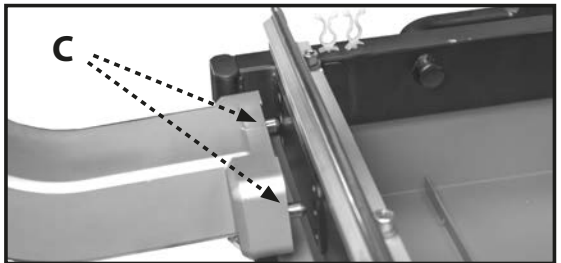

FIGURE 6
1. Positionnez l'ensemble du bras de la scie (5) de sorte que les deux broches (C, fig. 6) sur la plaque de montage soient alignées avec les deux trous du milieu dans le bâti principal (1)